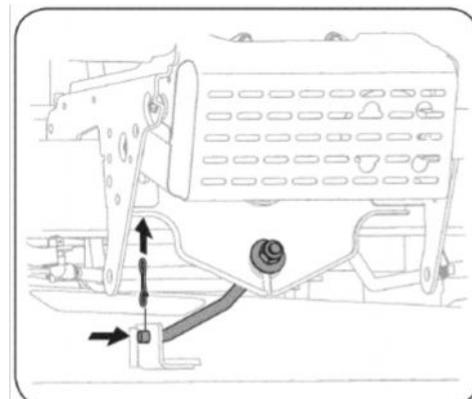

Рис.21
7. Извлеките петлеобразный шплинт, используемый для крепления стержня стабилизатора на деке. Снимите подъемную тягу с установочного кронштейна, как показано на Рис. 21.